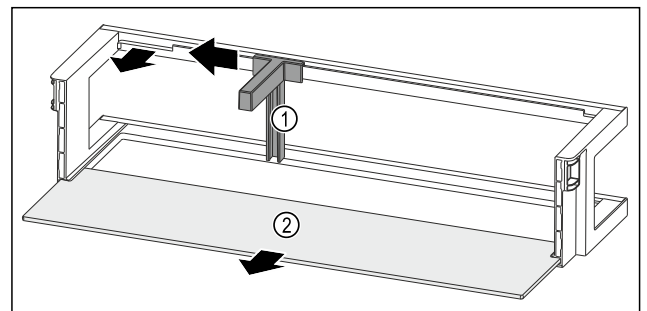

Fig. 98 Türabsteller mit Flaschenhalter und Abstellfläche
- ▶ Flaschenhalter Fig. 98 (1) bis zur Aussparung zur Seite schieben.
- ▶ Flaschenhalter Fig. 98 (1) entnehmen.
- ▶ Abstellfläche Fig. 98 (2) entnehmen.